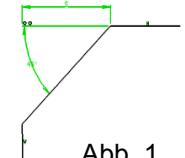

Abb. 1
- Bemaßung über Winkel und Hypotenuse (Abb.1)